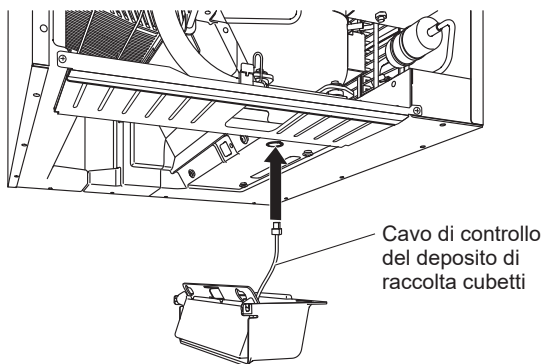

Fig. 5
- 6) Far passare il cavo di controllo del deposito attraverso il foro nella base, quindi nel pressacavo in dotazione. Vedere Fig. 5.